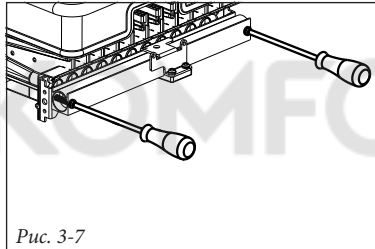

Рис. 3-7
- вывинтите винты крепления газовой ramпы (Рис. 3-7);